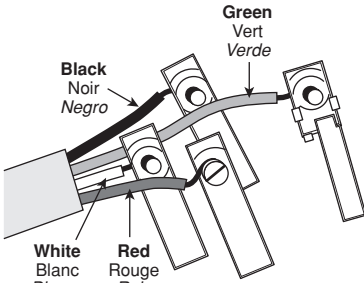

FIG. 4
5. Insert only the stripped end of the white conductor into the terminal clamp with the silver screw on the "L" blade for the 30 Amp installation or the flat blade for the 50 Amp installation. Tighten terminal clamp securely with screw head facing left as shown in **Fig. 4**.
6. Insert only the stripped ends of the red and black conductors into the two terminal clamps with brass screws on the two flat blades and tighten terminal clamp screws securely, with screw heads facing left and right, as shown in **Fig. 4**.
7. Inset only the stripped end of the green ground wire into the terminal clamp with the green screw on the U-shaped blade and tighten the green terminal screw clamp securely, with the screw head facing left, as shown in **Fig. 4**.
5. Insérer l'extrémité dénudée seulement du conducteur blanc dans la borne dotée d'une vis argent sur la lame en « L » (dispositifs de 30 A) ou plate (dispositifs de 50 A). Serrer fermement la vis, en faisant en sorte que sa tête soit orientée vers la gauche, tel qu'illustré à la **figure 4**.
6. Insérer les extrémités dénudées seulement des conducteurs rouge et noir dans les bornes dotées de vis laiton sur les deux lames plates, et serrer fermement les vis, en orientant leur tête vers la gauche et la droite, tel qu'illustré à la **figure 4**.
7. Insérer l'extrémité dénudée seulement du fil de terre vert dans la borne dotée d'une vis verte sur la lame en « U », et serrer fermement la vis, en orientant sa tête vers la gauche, tel qu'illustré à la **figure 4**.
5. Inserte sólo la punta pelada del conductor blanco en la abrazadera terminal con el tornillo plateado en la cuchilla L, para una instalación de 30 Amp. O en la cuchilla plana para una instalación de 50 Amp. Apriete firmemente el tornillo terminal de la abrazadera con la cabeza hacia la izquierda, como se muestra en la **Fig. 4**.
6. Inserte sólo la punta pelada de los conductores rojo y negro en las dos abrazaderas terminales con los tornillos de latón en las dos cuchillas planas y apriete firmemente los tornillos terminales de la abrazadera, con las cabezas hacia la izquierda y derecha, como se muestra en la **Fig. 4**.
7. Inserte sólo la punta pelada del conductor verde a tierra en la abrazadera terminal con el tornillo verde en la cuchilla en forma de U y apriete firmemente el tornillo terminal verde de la abrazadera, con la cabeza hacia la izquierda, como se muestra en la **Fig. 4**.